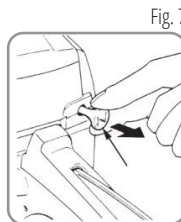

Fig. 7
3. Tirez le bouton du starter jusqu'à la position fermée (Fig. 7). Appuyez 5 à 8 fois jusqu'à ce que la pompe d'amorçage soit remplie de carburant.